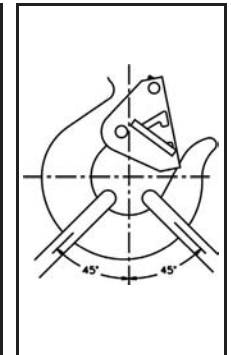

Figura 5
- Al instalar dos (2) eslingas en un gancho, asegúrese que el ángulo vertical de la ramal más distante de la vertical no es mayor a los 45 grados, y el ángulo incluido entre las dos ramales no es mayor a los 90 grados.* (Ver figura 5)